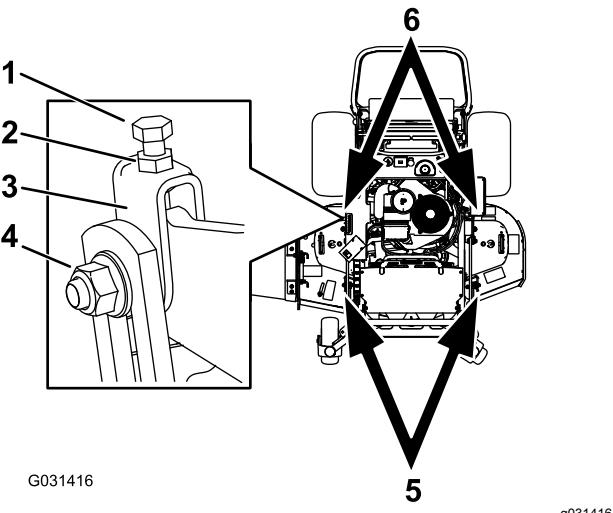

Bild 87
1. Lockern Sie die Klemmmutter und die seitliche Schraube in den Jochs, die Sie einstellen möchten (Bild 87).
2. Drehen Sie die obere Schraube der Jochs, um die Höhe des Mähwerks einzustellen (Bild 87).
5. Sollte die Einstellung nicht richtig sein, ermitteln Sie die zwei vorderen Jochs an der Maschine (Bild 87).